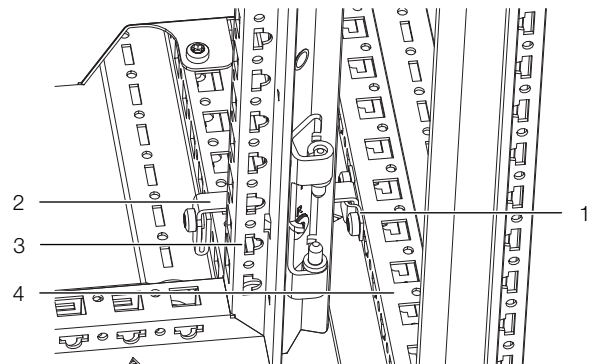

Imagen 40: Elemento de conexión en la parte trasera VX/VX
- Monta, también antes del ensamblaje, la lengüeta (imagen 40, pos. 1) necesaria para el elemento de conexión al rack para servidores VX IT.
- A continuación, coloca un elemento de conexión (imagen 40, pos. 2) en la parte trasera entre el marco del LCP Inline Protruding y el rack para servidores.